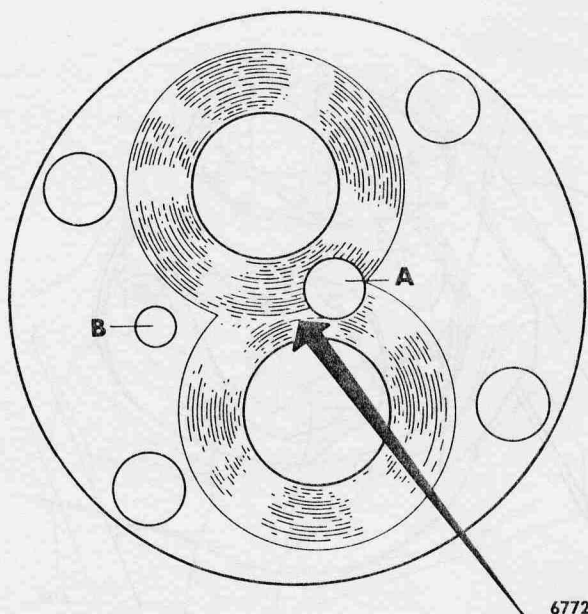

Fig 171. Slitbricka.
12. Kassera slitbrickorna 14 om repor finns inom kugghjulens slitytor eller om det diam $1/2"$. $1/16"$ djupa mottryckshålet är skadat eller om dess tjocklek understiger 6,22 mm, se fig 171.